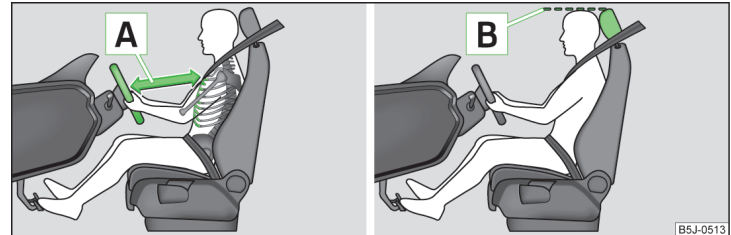

Fig. 1 Distanța corectă dintre șofer și volan / Tetieră corect reglată
- ✓ Reglați volanul astfel încât distanța **A** dintre volan și torace să fie de cel puțin 25 cm » fig. 1. Reglarea volanului » pagina 8, *Reglarea poziției volanului*.
- ✓ Reglați tetiera astfel încât marginea superioară a tetierei să se afle, pe cât posibil, la aceeași înălțime cu partea superioară a capului dumneavoastră **B** » fig. 1 la pagina 7 » pagina 7.
- ✓ Reglați tetiera astfel încât marginea superioară a tetierei să se afle, pe cât posibil, la aceeași înălțime cu partea superioară a capului dumneavoastră **B** » *fig. 1 la pagina 7* » *pagina 7*.